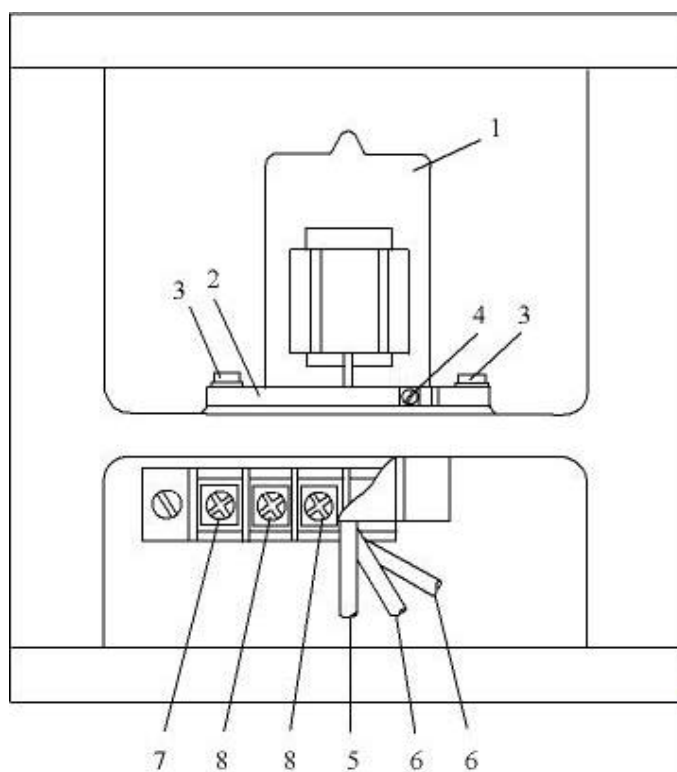

图 8-1 氙灯安装示意图
- 2) 将氙灯上的三根电引线从接线端取下（见图 8-1），其中带红色套管的引线是高压线，其余两根是灯丝引线。记住高压线的接线端位置，两根灯丝引线位置可以互换。